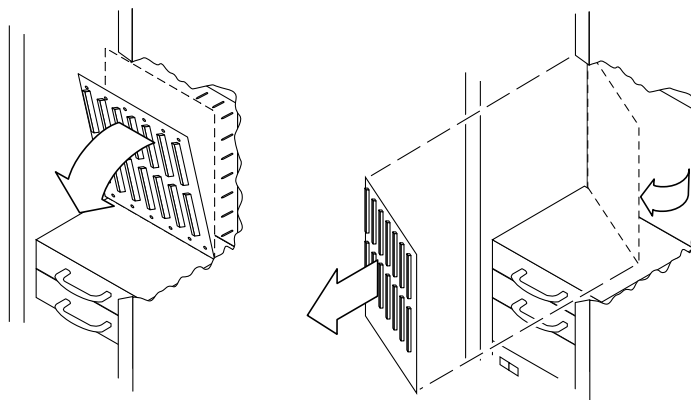

図 12-8 システムセンタープレーンの取り外し — Sun Fire 6800 システム
13. 次の手順で、センタープレーンを取り外します (図 12-8)。
1. シャーシキャビネットの間にセンタープレーンを挿入し、位置を調整します (12-6 ページの図 12-8)。